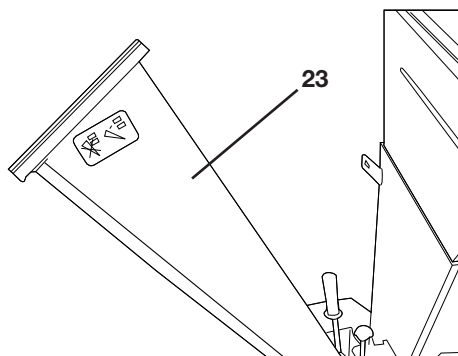

Bild 18
Kippen Sie den seitlichen Trichter (23) an (Verschluss am Seitentrichter öffnen (24) und befestigen Sie ihn mittels Sterngriff (25) am oberen Trichter. Dadurch wird die Gesamtbreite der Maschine verringert (siehe „Bild 18 bis 20“).